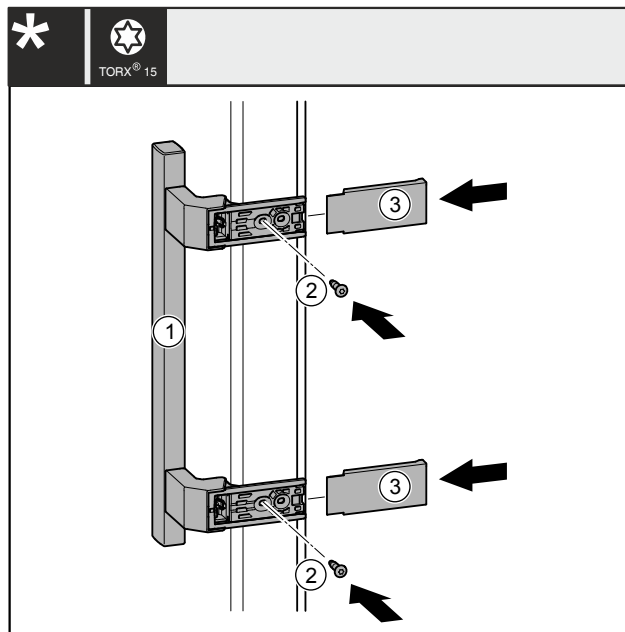

Fig. 42
- Postavite ručku Fig. 42 (1) na suprotnu stranu.
- Odvijačem pritegnite vijke Fig. 42 (2).
- Postavite poklopce Fig. 42 (3) bočno i natakните ih tako da se uglove.